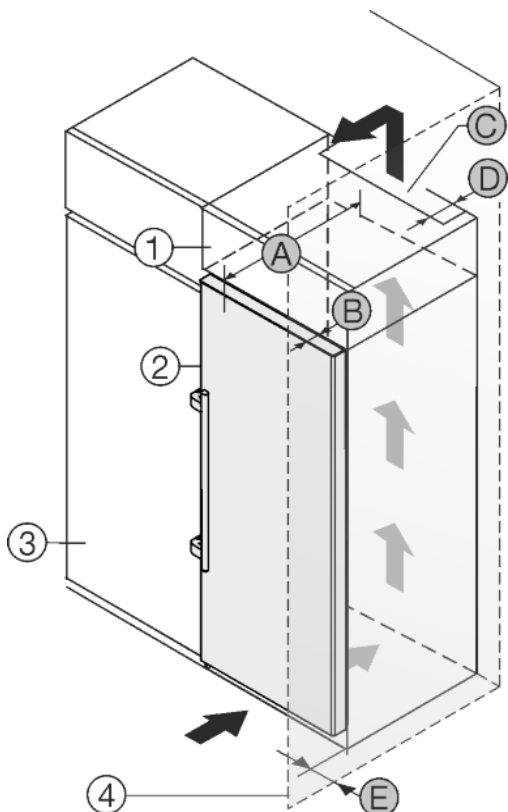

Fig. 21
Spotřebič lze zabudovat do kuchyňských skříní. K vyrovnání spotřebiče Fig. 21 (2) na výšku kuchyňské linky lze na přístroj nasadit nástavec Fig. 21 (1).
Spotřebič lze instalovat přímo vedle kuchyňské skřínky Fig. 21 (3). Aby bylo možné dvířka plně otevřít, musí spotřebič přesahovat o hloubku Fig. 21 (B) vůči přední linii kuchyňské skřínky. V závislosti na hloubce kuchyňských linek a použití vymezořovačů odstup od stěny může spotřebič vyčnívat dále.
- Na zadní straně skřínky nástavce musí být větrací šachta hluboká alespoň hloubku Fig. 21 (D) mm přes celou šířku nástavce skřínky.
- Pod stropem místnosti musí být dodržen ventilační průřez Fig. 21 (C).
Pokud je spotřebič se závěsy instalován vedle stěny Fig. 21 (4), musí být dodržena vzdálenost Fig. 21 (E) mezi spotřebičem a stěnou. To odpovídá přesahu madla při otevřených dveřích.